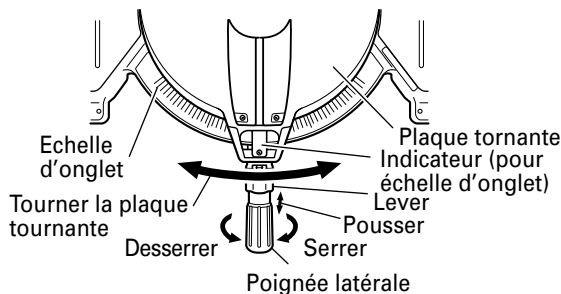

Fig. 22
- (1) Desserrer la poignée latérale et appuyer sur le levier pour les butées d'angle. Cela fait, régler la plaque tournante jusqu'à ce que l'indicateur soit aligné avec le réglage désiré sur l'échelle de coupe d'onglet (Fig. 22).
- (2) Resserrer la poignée latérale pour fixer la plaque tournante à la position voulue.